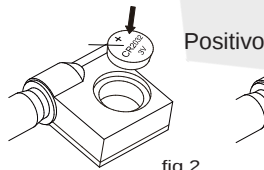

fig.2
- Inserire la batteria CR2032 nel vano batteria, il lato positivo della batteria (+) deve essere rivolto verso l'esterno (fig. 2)..